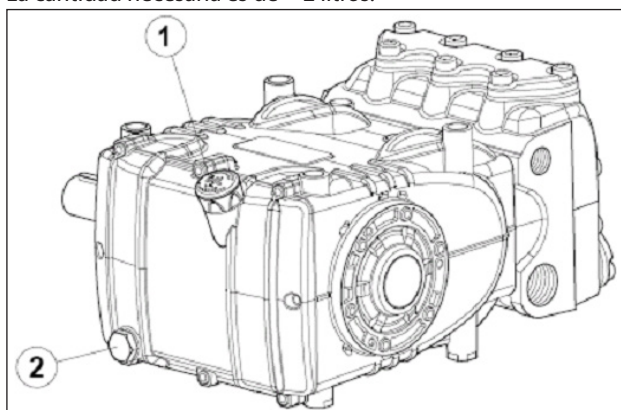

Fig. 3
Desde la varilla de nivel de aceite pos. ①, Fig. 3.
El control correcto del nivel de aceite se realiza con la bomba a temperatura ambiente, el cambio de aceite va realizado con la bomba a temperatura de funcionamiento retirando: la varilla de nivel de aceite pos. ①, y, a continuación, el tapón pos. ②, Fig. 3. El control del aceite y el cambio se han de realizar como se indica en la tabla Fig. 14 del capítulo 11.
Introducir una sonda de temperatura en el tapón de descarga del aceite pos. ② Fig. 3.